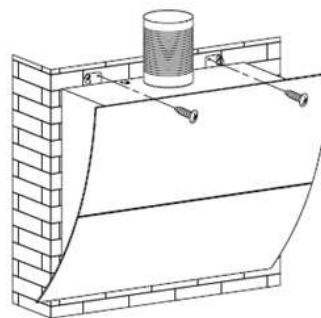

Fig 1
- 2) W celu zagwarantowania najlepszej efektywności okap kuchenny musi być umieszczony w odległości 65-75 cm od powierzchni gotowania. Patrz rys. 1.